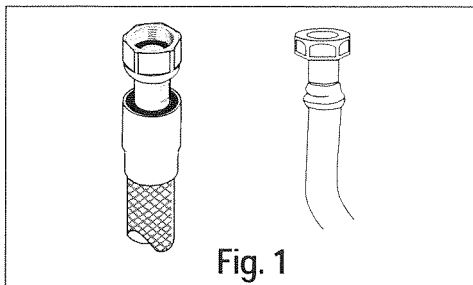
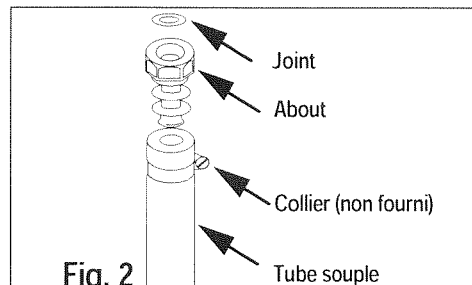

Fig. 1
Fig. 2
- soit par tuyau flexible avec embouts mécaniques filetés (fig. 1).
- soit, **dans le cas d'une installation existante**, par tube souple d'un diamètre intérieur de 6 mm (fig.2) monté sur un about approprié équipé de colliers de serrage à ses deux extrémités.
- soit, **dans le cas d'une installation existante**, par tube souple d'un diamètre intérieur de 15 mm (fig.2) monté sur un about approprié équipé de colliers de serrage à ses deux extrémités.
- Voir paragraphe 1.2 et fig. 2.
● Retirez les grilles, les chapeaux et les têtes de tous les brûleurs (**fig.1**).
- Avec un petit tournevis à lame, **vissez à fond** dans le sens des aiguilles d'une montre, la vis de débit réduit en laiton de chaque robinet (voir **fig.1** pour les appareils sans gril électrique et **fig.2** pour les appareils avec gril électrique).
- Dévissez d'environ un tour la vis de débit réduit en laiton dans le sens inverse des aiguilles d'une montre (voir **fig.1**).